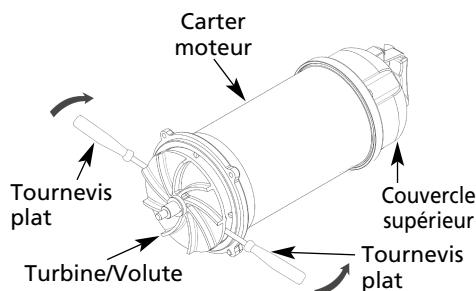
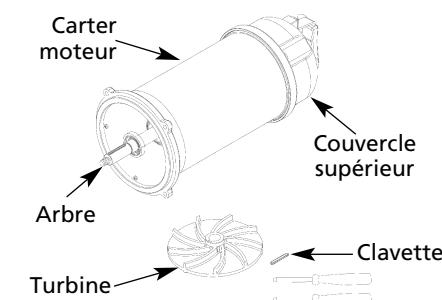

Figure 11
Figure 12
3. Enlevez la vis sur la volute à l'aide du tournevis plat (Figure 11). Démontez la volute et utilisez le tournevis plat pour soulever légèrement la turbine et l'extraire de l'arbre (Figure 12). Nettoyez et examinez la turbine afin de déceler des piqûres ou de l'usure et remplacez-la si nécessaire.
Pour réinstaller la turbine des modèles 11A341 à 11A345 à l'extrémité de l'arbre, faites correspondre la clavette de l'arbre à la partie concave de la turbine. Ensuite, nettoyez la volute et revissez comme dans la Figure 11. Pour réinstaller le couteau pour des modèles 11A341 à 11A345 à l'extrémité de l'arbre, faites correspondre la clavette de l'arbre à la partie concave du couteau. Remplacer l'écrou, la rondelle et la rondelle frein. Serrez au couple de 40 lb-pi. Tournez le couteau librement. Remettez la bague de broyage et vissez sur le support du couteau.
2. Puis retirez le coude, le couteau, la bague de broyage, la volute et la turbine. Une fois que la turbine est retirée de l'arbre, enlevez le joint d'huile de la cavité de la turbine et fixez la clavette de l'arbre pour le remontage (Figure 12). Examinez le joint d'huile pour déceler les traces d'usure et remplacez-le si nécessaire. Reportez-vous à « Entretien du couteau, de la turbine et de la volute ».